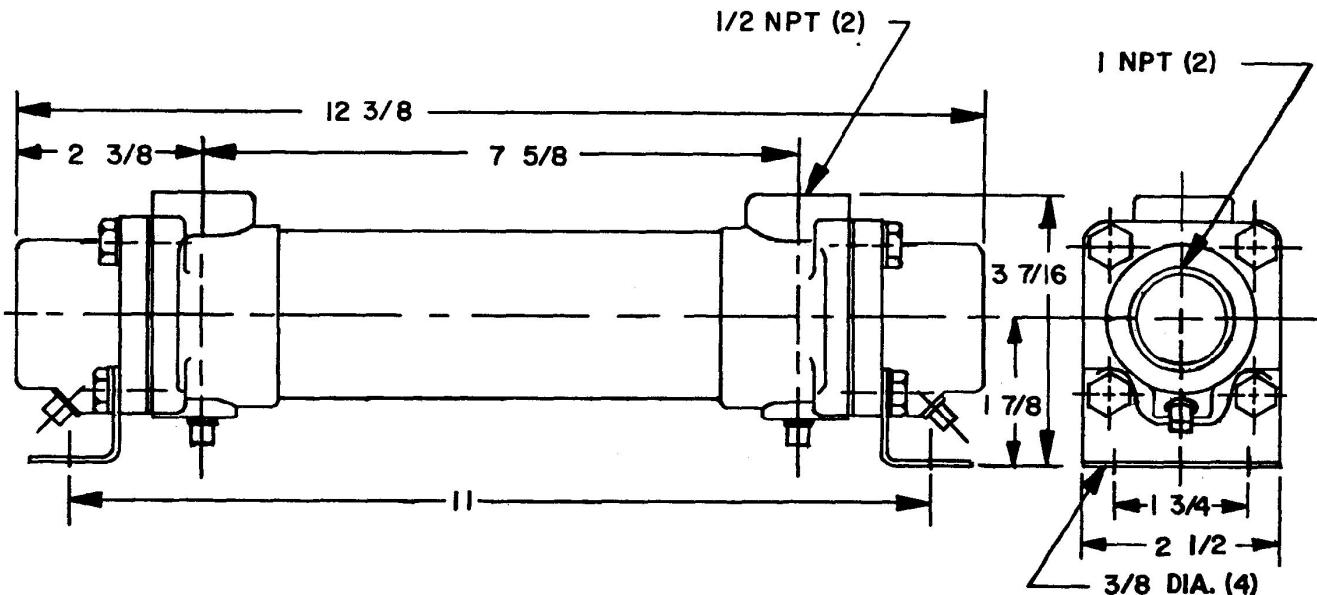

図2 ヒートエクスチェンジャーの代表的な外形図（製作に使用しないこと）
**据え付け：** 図2は代表的なヒートエクスチェンジャーの外形寸法と接続を示している。図3は各種ガバナーの接続点を示している。ヒートエクスチェンジャーの据え付け位置は、出来るだけ、ガバナーに近く都合の良い所に置き、かつ、空気がシステム内に残らないようにガバナーのオイルレベルより下に設置する。ヒートエクスチェンジャーがガバナーより数インチ以上離れて据え付けられる場合、あるいは十分に固定されていない場合、接続ラインに $\frac{1}{2}$ インチのパイプを使い、接続部には $\frac{1}{8}$ インチを使用する。